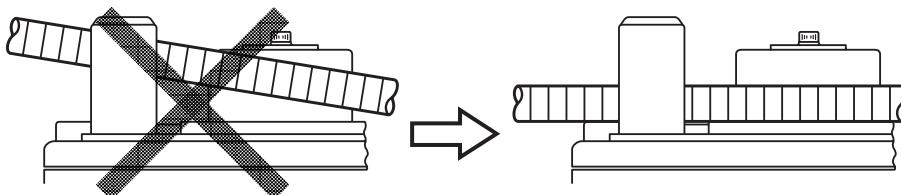

Fig. 17
- Coloque la varilla rebar sobre la placa central, de manera que quede horizontal con respecto a la superficie de la mesa giratoria. No coloque el lado que se va a doblar hacia arriba, pues la varilla rebar se podría desprender y salir despedida con fuerza del rodillo de dobladura. (Fig.17)